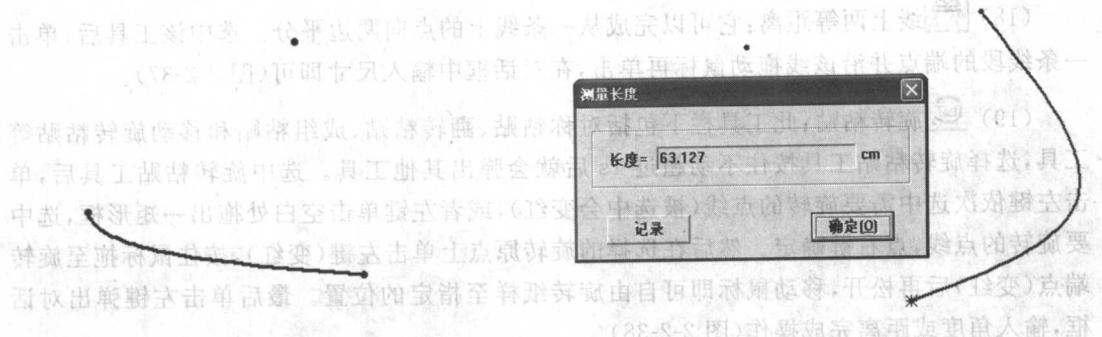

图 2-2-31
(14) 局部删除:此工具隐藏在橡皮工具中;用来删除两点间的线段。选取该工具,点取线段上两点间的部分,使这部分线段变红,按左键即可删除。此工具也可删除整段线,可对曲线、直线、折线操作(图 2-2-30 和图 2-2-31)。